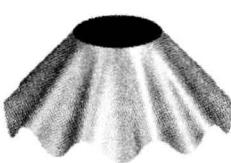

图 1.2.7 扫掠特征 1
Step8. 创建图 1.2.7 所示的扫掠特征 1。选择下拉菜单 **插入(S) → 扫掠(W) →**